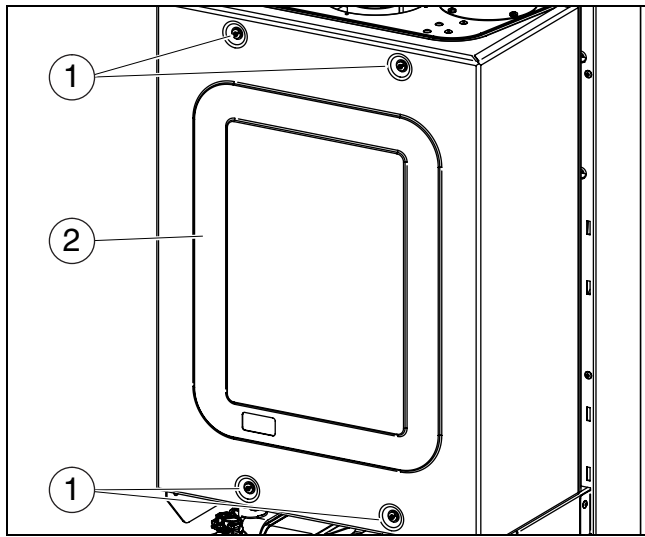

Fig. 52 Ouvrir le caisson d'air
- ▶ Dévisser les 4 vis (→ fig. 52, [1]) et retirer le couvercle de caisson [2].